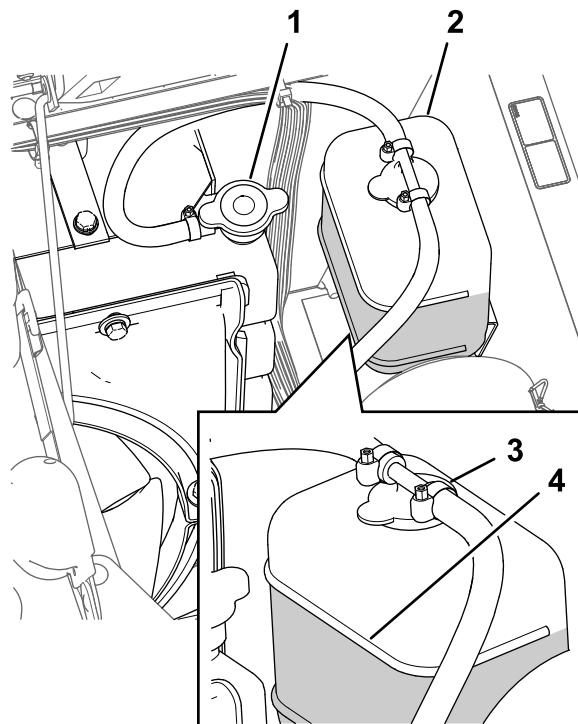

Figura 90
3. Rimuovete attentamente il tappo del radiatore e il tappo del vaso di espansione (Figura 90).
- Nota:** Il radiatore deve essere riempito fino all'orlo del collo del bocchettone e il vaso di espansione fino al segno di pieno (Full) (Figura 90).
5. Se il livello del radiatore è basso, rimuovete il tappo del vaso di espansione e il tappo del radiatore e riempite il vaso di espansione fino al segno di pieno e il radiatore fino alla parte superiore del collo del bocchettone (Figura 90).
6. Montate il tappo del radiatore e il tappo del vaso di espansione (Figura 90).
2. Attendete fino a quando il motore non si sarà raffreddato, poi rimuovete il tappo del radiatore (Figura 90).
6. Togliete il tappo del radiatore (Figura 90).
8. Avviate il motore con il tappo lento sul radiatore (Figura 90).
10. Una volta riscaldato il refrigerante, rabboccate il livello del refrigerante alla superficie di tenuta del tappo e serrate il tappo (Figura 90).
11. Aprite il tappo del vaso di espansione e riempite il vaso con refrigerante fino al livello Freddo (Figura 90).